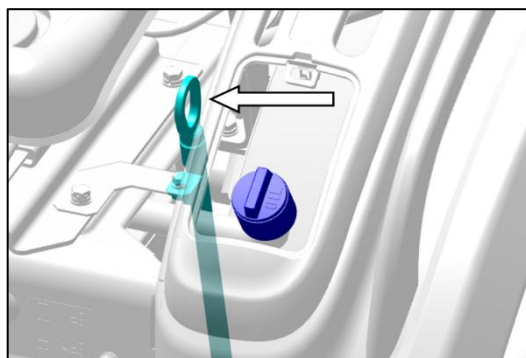

Abb. 181 – GETRIEBEÖL-MESSSTAB
3. Entfernen Sie den Ölmesstab (Abb. 181), und prüfen Sie den Ölstand. Füllen Sie bei Bedarf Öl über den Öleinfüllstopfen nach.